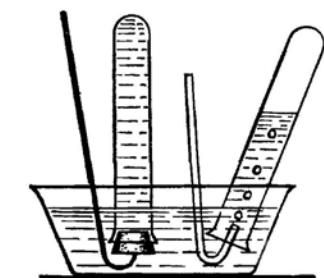

Рис. 4. Сухой способ наполнения пробирок газом
Этот же опыт можно провести в пробирках. В одну пробирку налейте раствор хлорида кобальта (II). Во вторую — к раствору хлорида кобальта прилейте раствор аммиака до образования раствора грязно-желтого цвета. В обе пробирки долейте воду до краев и закройте их пробками. Целесообразно использовать пробки на железном прутке (рис. 4). Далее пробирки переверните и поместите их в кристаллизатор с водой (в химический стакан). Пробки откроите под водой и наполните пробирки до  $\frac{1}{2}$  объема кислородом, после чего вновь пробирки закройте пробками и сильно встряхните. В пробирке, в которую добавили раствор аммиака, образуется коричневый раствор комплексного соединения кобальта (III).